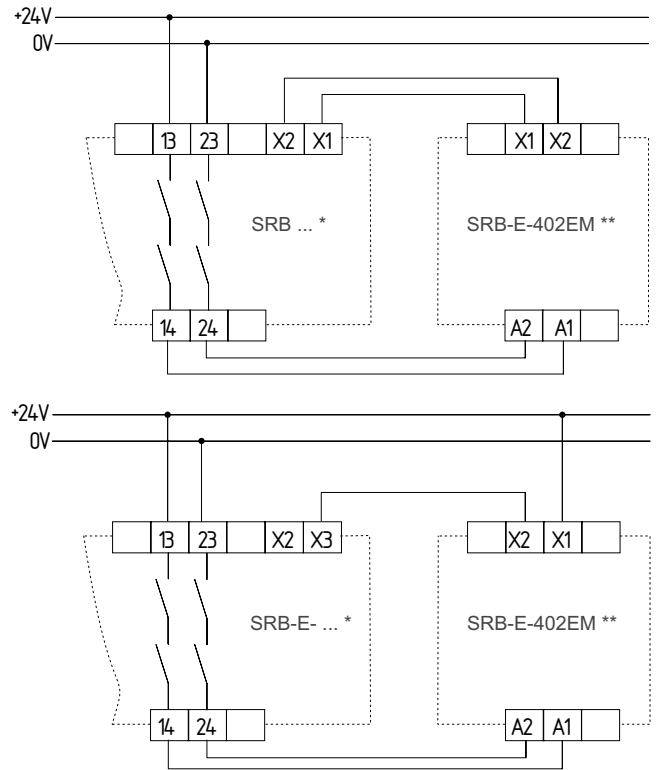

Abb. 4 \* = Grundbaustein; \*\* = Erweiterungsbaustein
**Zweikanaleige Ansteuerung an die Klemmen A1/A2 des Erweiterungsbausteins SRB-E-402EM durch Sicherheitskontakte des Grundbausteins (siehe Abb. 4)**